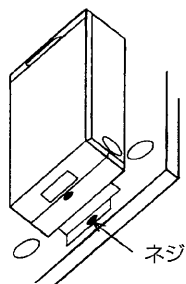

図1
1. 制御ボックスを固定しているネジを外します。取外しの詳細は6. 電気配線工事の項目を参照してください。(図1)